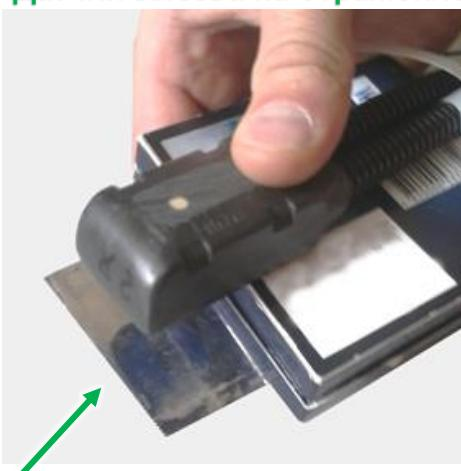
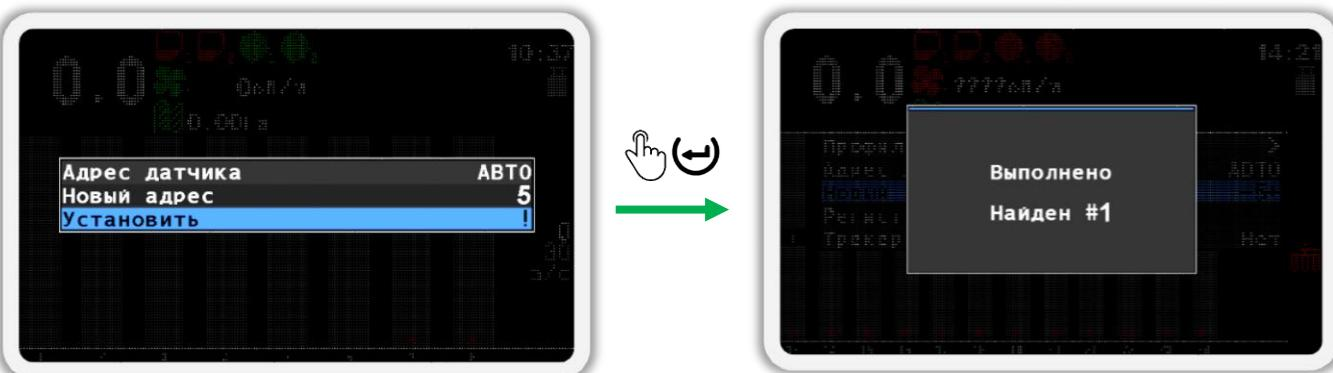
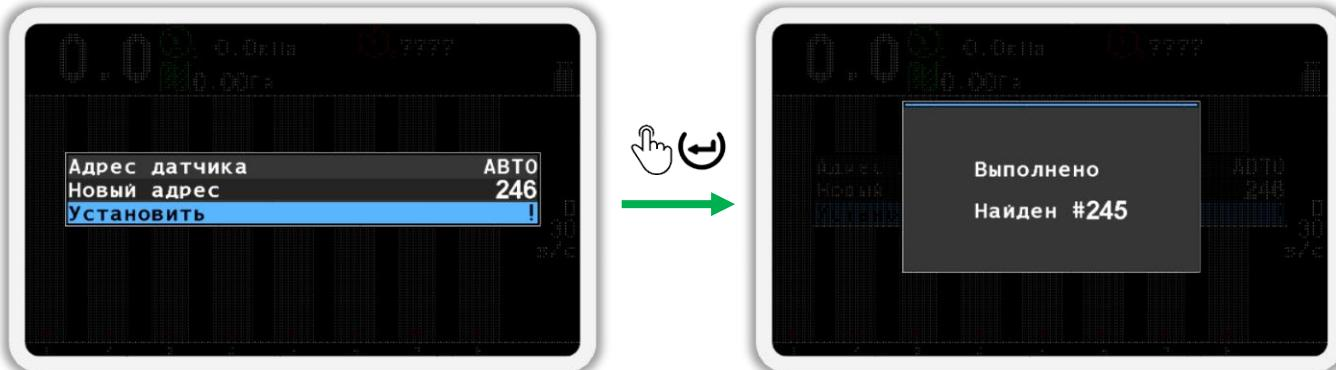

Рисунок 62
Рисунок 64
Рисунок 66
10. Выйдите из меню «Настройки» (см. Рисунок 62 п.1) и вернитесь в меню главного экрана. Для этого нажмите кнопку  «Назад».
11. Выберите пункт меню  «Сервис» (см. Рисунок 62 п.2) и нажмите кнопку  «Меню». В результате на экране будет показано меню «Сервис» (см. Рисунок 62 п.3).
12. Выберите пункт меню  «Конфигурация датчиков» и нажмите кнопку  «Меню». В результате будет показано меню «Конфигурация датчиков» (см. Рисунок 62 п.4).
2. В экране меню «Конфигурация датчиков» (см. Рисунок 62 п.4), кнопками «Вверх» и «Вниз» выберите пункт «Датчик высева» и нажмите кнопку «Меню». В результате откроется меню «Датчик высева». (см. Рисунок 64 слева).
3. Кнопками «Вверх» и «Вниз» выберите пункт «Адрес датчика» и убедитесь, что выбрано значение «АВТО» (см. Рисунок 64 слева). Для изменения этого параметра используются кнопки «Плюс» и «Минус».
4. Кнопками «Вверх» и «Вниз» выберите пункт «Новый адрес» и кнопками «Плюс» и «Минус» задайте новый программный адрес (см. Рисунок 64 слева).
5. Кнопками «Вверх» и «Вниз» выберите пункт «Установить» и нажмите кнопку «Меню». В результате удачного переименования на экран будет выведено сообщение - «Выполнено» (см. Рисунок 64 справа).
- В экране меню «Конфигурация датчиков» (см. Рисунок 62 п.4), кнопками «Вверх» и «Вниз» выберите пункт «Датчик давления» и нажмите кнопку «Меню». В результате откроется меню «Датчик давления» (см. Рисунок 66 слева).
- Кнопками «Вверх» и «Вниз» выберите пункт «Адрес датчика» и убедитесь, что выбрано значение «АВТО» (см. Рисунок 66 слева). Для изменения этого параметра используются кнопки «Плюс» и «Минус».
- Кнопками «Вверх» и «Вниз» выберите пункт «Новый адрес» и кнопками «Плюс» и «Минус» задайте новый программный адрес (см. Рисунок 66 слева).
- Кнопками «Вверх» и «Вниз» выберите пункт «Установить» и нажмите кнопку «Меню». В результате удачного переименования на экран будет выведено сообщение - «Выполнено» (см. Рисунок 66 справа).
- В экране меню «Конфигурация датчиков» (см. Рисунок 62 п.4), кнопками «Вверх» и «Вниз» выберите пункт «Концентратор-8» и нажмите кнопку «Меню». В результате откроется меню «Концентратор-8» (см. Рисунок 68).